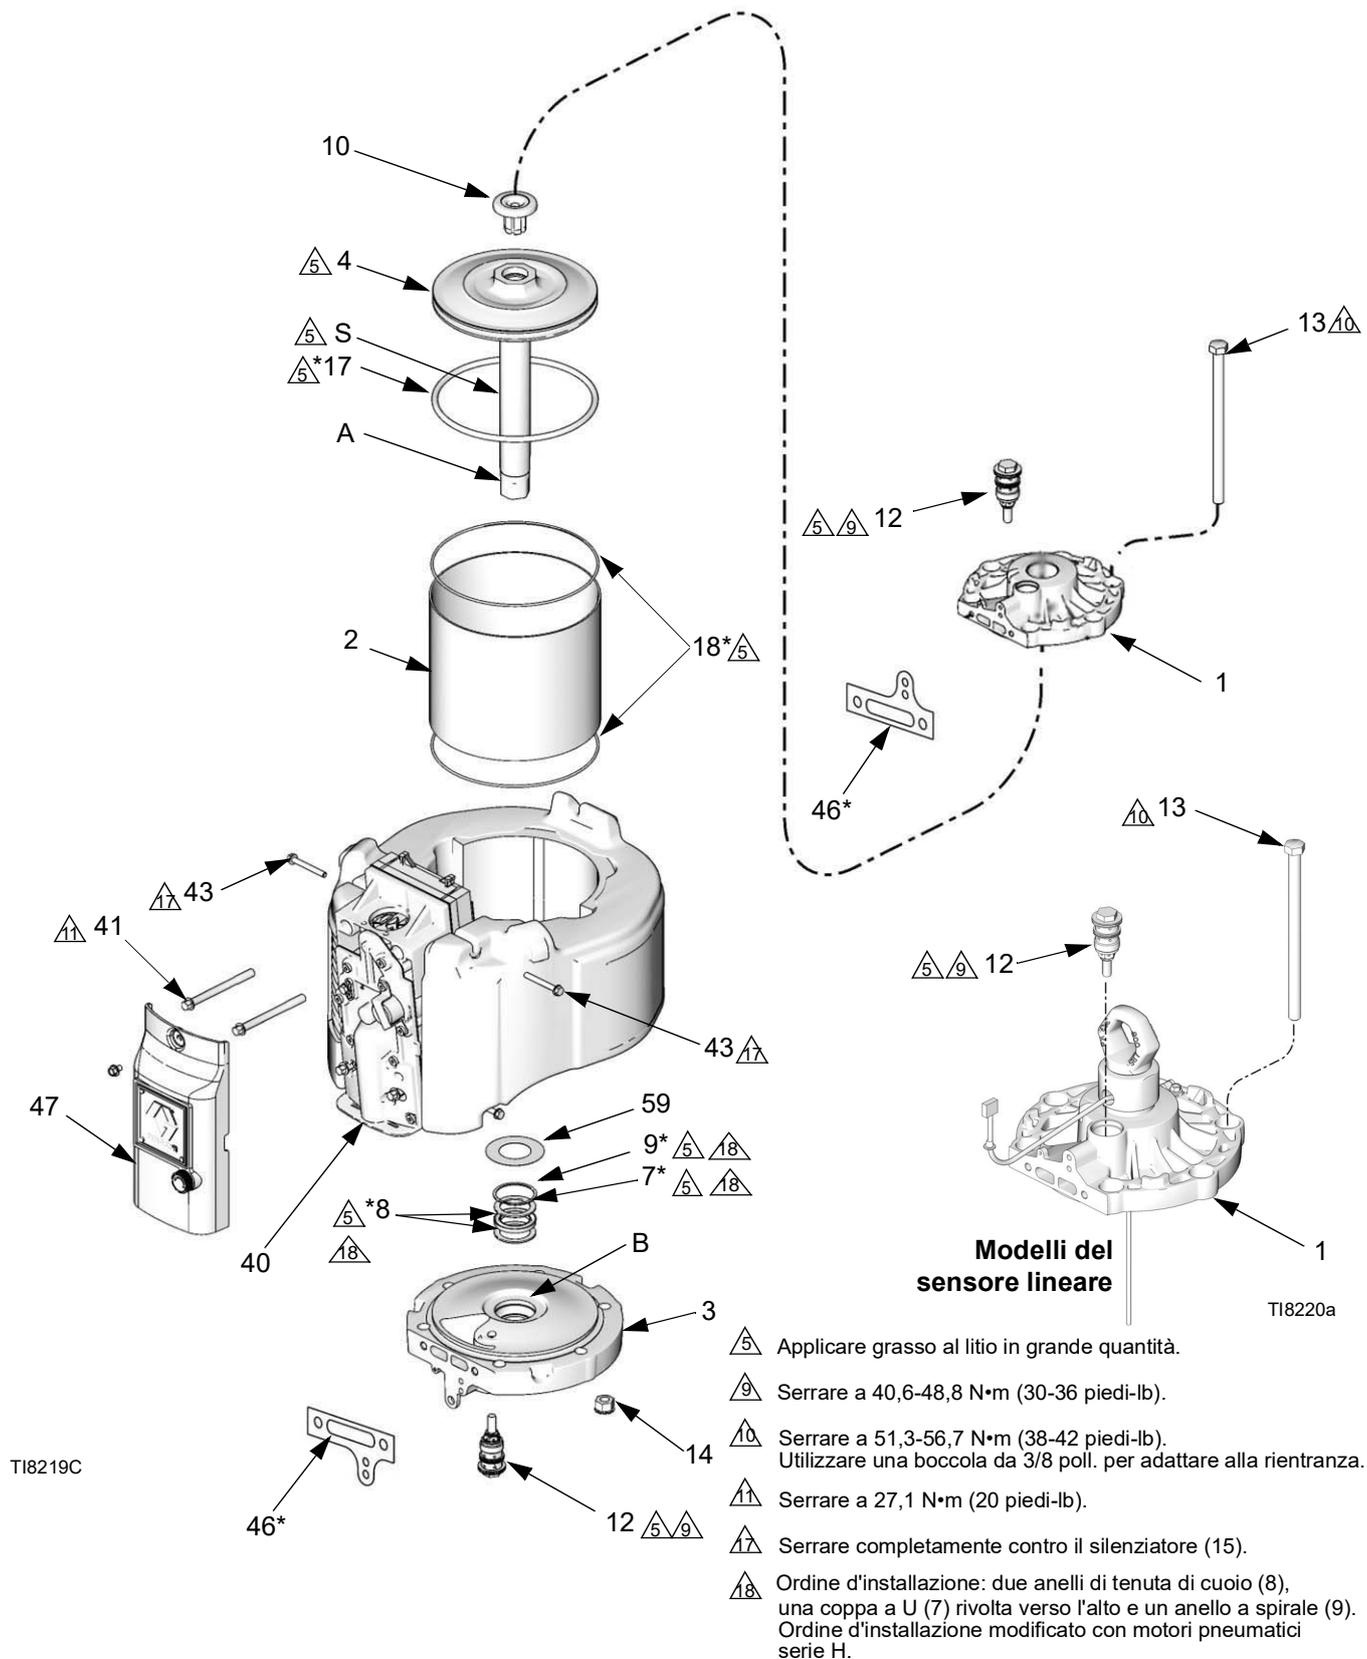

FIG. 12. Riparazione del motore pneumatico
5. Rimuovere il coperchio esterno della valvola (47). Vedere FIG. 12.
6. Smontare le quattro viti (43) e il silenziatore (15).
7. Rimuovere le due viti della valvola dell'aria superiore (41). Allentare, ma non rimuovere, le due viti inferiori (41). Inclinare la valvola dell'aria (40) per rendere più semplici le operazioni di smontaggio.
8. Smontare i tiranti (13). Utilizzando un martello di gomma, colpire l'estremità inferiore del cappuccio superiore (1) per separarlo. Sollevare il cappuccio superiore del motore.
9. Scollegare il motore pneumatico dal pompante (fare riferimento al manuale separato della pompa). Lasciare l'adattatore dell'albero del pistone (A) collegato all'albero (S).
10. Spingere il gruppo del pistone (4) fuori dalla parte superiore del cilindro (2).
11. Ispezionare l'anello di tenuta del pistone (17). Verificare graffi o danni al pistone (4) e all'albero del pistone (S). Il pistone sostitutivo (4) include il pistone, l'albero (S), l'adattatore (A) e l'ammortizzatore (10).
12. Rimuovere il cilindro (2). Controllare la superficie interna del cilindro per la presenza di graffi o altri danni. Sostituirlo se danneggiato.
13. Rimuovere l'ammortizzatore (59), l'anello di ritenzione (9), i premiguarnizioni di contrasto (8) e il premiguarnizione a V (7) dal coperchio inferiore (3). Verificare queste parti per usura o danni. Ispezionare il cuscinetto (B) in posizione (leggeri graffi sono accettabili). Se il cuscinetto è danneggiato, sostituire il coperchio inferiore (3).
1. Vedere FIG. 12. Installare due premiguarnizioni di contrasto (8\*) e quindi il premiguarnizione a V (7\*) con i bordi rivolti verso l'alto. Quindi installare l'anello di ritenzione (9\*) nel coperchio inferiore (3). Lubrificare i premiguarnizioni. Installare il silenziatore (59).